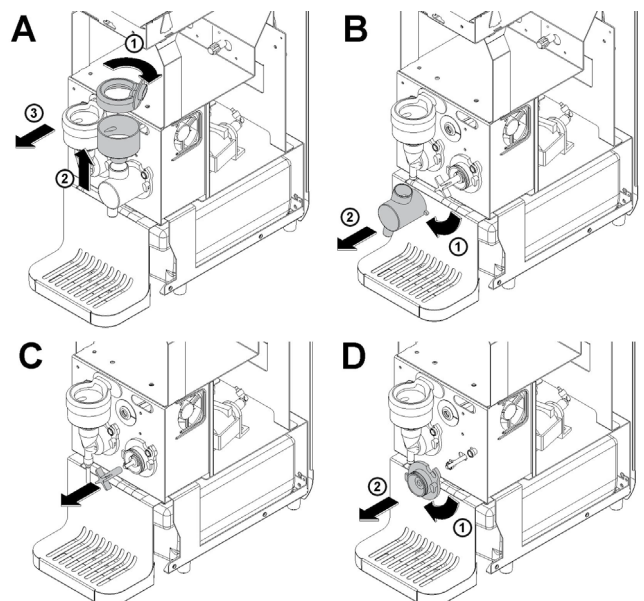

Bild 8
- 5 Zum Ausbau der Mischer gehen Sie wie folgt vor (Bild 8)
1 Bauen Sie die Mischgruppen in umgekehrter Reihenfolge wie im vorigen Kapitel beschrieben wieder zusammen. (Bild 8)